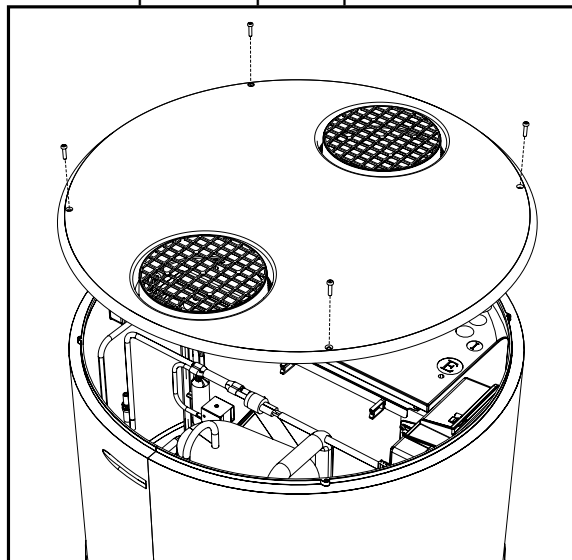

fig. 76- Rimozione del coperchio superiore
- Rimuovere il coperchio superiore svitando innanzitutto le viti di bloccaggio (fig. 76).